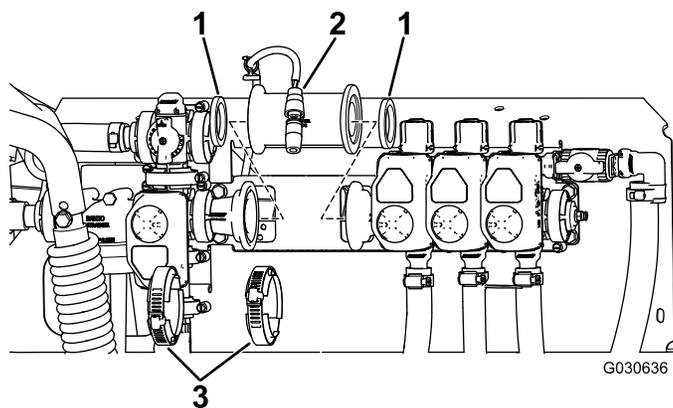

图6
- 根据指向 3 个喷洒臂阀（图6）的流量箭头，将管线式流量计直通阀安装在 KZ 阀和喷洒臂阀总成之间。
- A. 将现有垫片安装至与 KZ 阀相配的流量计一侧 (图6)。